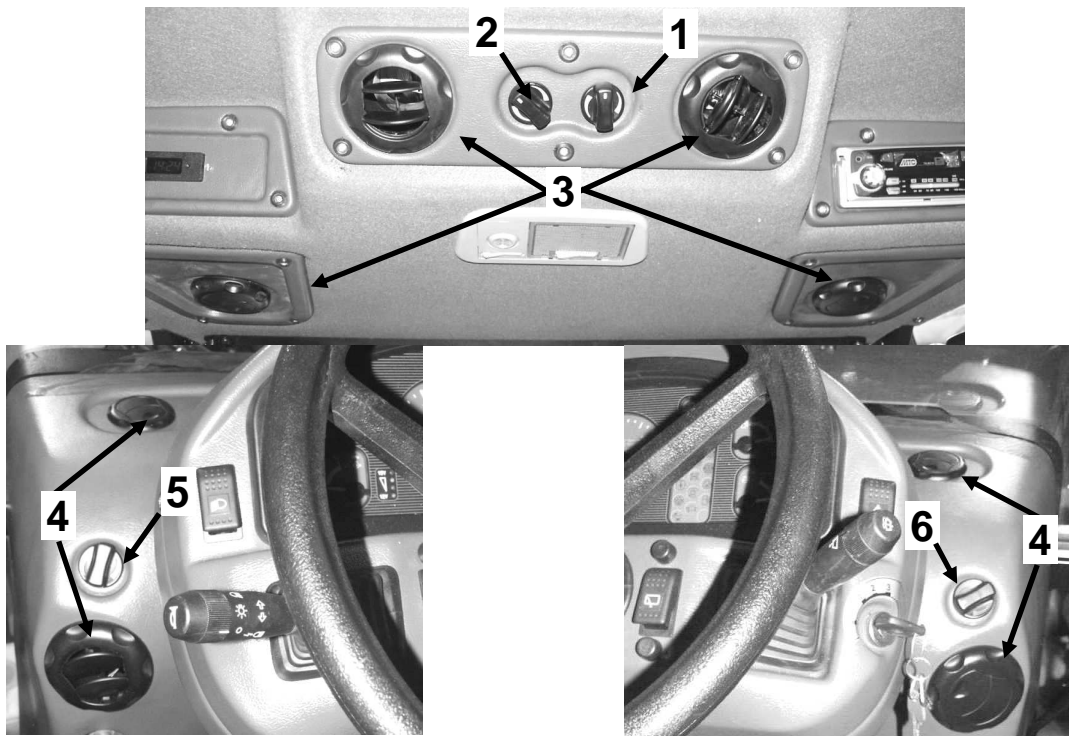

Рисунок 4-22 Система вентиляции и отопления кабины
Наддув воздуха включается путем включения вентилятора при помощи переключателя 1 на потолке кабины и 6 (рис. 4-22), расположенного с правой стороны рулевой колонки.
Ручка отопления 5 (рис. 4-22) позволяет плавно регулировать температуру теплого воздуха, поступающего из нагревателя. Вращая ручку отопления вправо или влево, Вы можете снизить или повысить температуру воздуха, поступающего из нагревателя в воздушные заслонки.
Наддув воздуха включается путем включения вентилятора при помощи переключателя 1 (рис. 4-22), расположенного на потолке кабины.
Ручка термостата 2 (рис. 4-22) позволяет плавно регулировать температуру охлаждения воздуха. Вращая ручку термостата вправо или влево, Вы можете снизить или повысить температуру воздуха, поступаемого из испарителя.
- при помощи переключателя 1 (рис. 4-22) выберите требуемую скорость наддува воздуха,
- при помощи ручки термостата 2 (рис. 4-22) установите требуемую температуру,